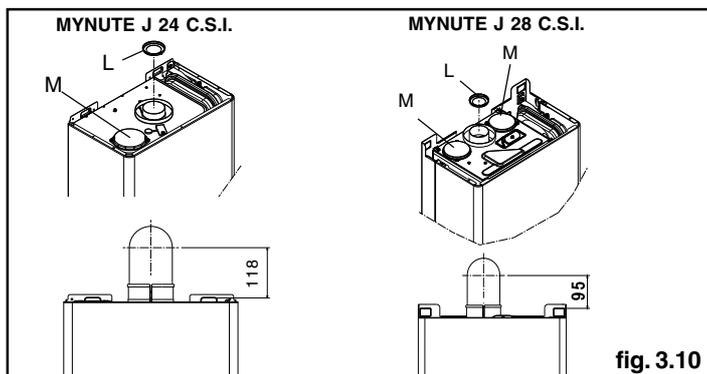

fig. 3.10
La caldaia viene fornita predisposta per essere collegata a condotti di scarico/aspirazione coassiali e con l'apertura per l'aspirazione aria (M) chiusa (fig. 3.10). Gli scarichi coassiali possono essere orientati nella direzione più adatta alle esigenze del locale, rispettando le lunghezze massime riportate in tabella. Per l'installazione seguire le istruzioni fornite con il kit.